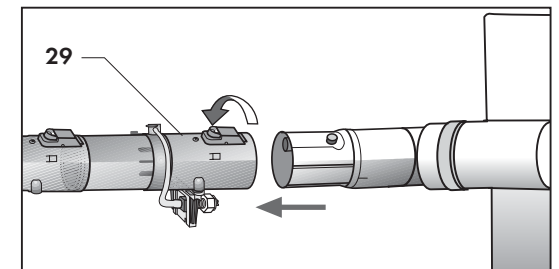

Abb. 14
- das Aufnahmeteil des Zerstäubers in das Steckteil der Bürste stecken und den Arretiererring drehen um beide Teile zu blockieren (Abb. 14)